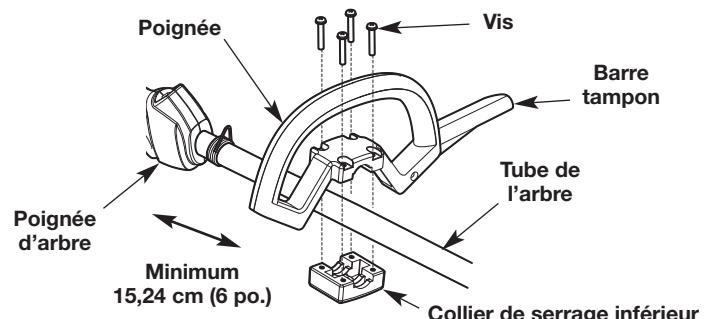

Fig. 3
1. Utiliser un grand de tournevis à tête plate ou un tournevis Torx T-25 pour enlever les quatre vis (4) et le collier de serrage inférieur de la poignée.
4. Insérez les quatre vis (4) à travers la poignée et dans le collier de serrage inférieur.
6. Tout en tenant l'appareil en position d'utilisation (Fig. 13), déplacez la poignée à la hauteur vous assurant la meilleure prise en main. Placez-la à 15,24 cm (6 po.) au moins de l'extrémité de la poignée d'arbre (Fig. 3).
2. Tout en tenant l'appareil en position d'utilisation (Fig. 13), déplacez la poignée à la hauteur vous assurant la meilleure prise en main. Placez-la à 15,24 cm (6 po.) au moins de l'extrémité de la poignée d'arbre (Fig. 3).